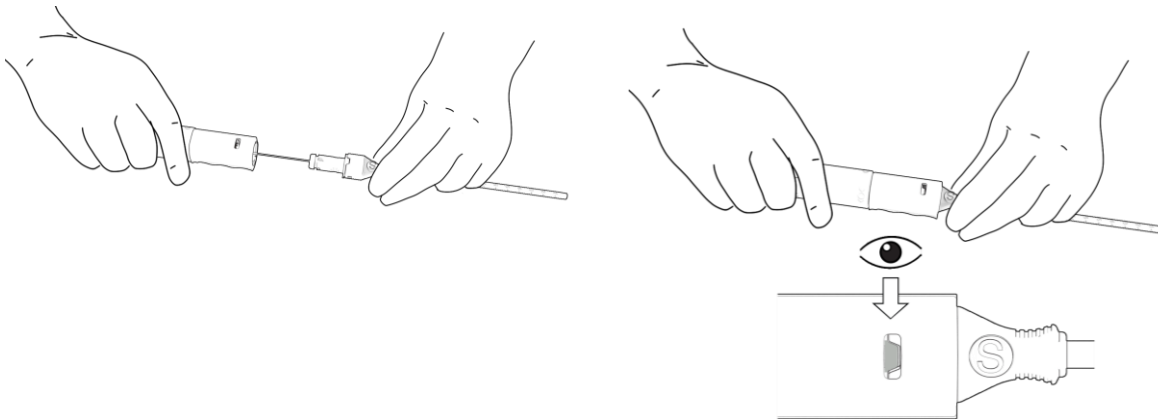

Abbildung 10. Einsetzen des PerQseal®-Gefäßverschlussystems in die Einführschleuse
- c. Der Einführschleusenansatz in einer Hand und den Gerätegriff in der anderen Hand halten und den Griff des Gefäßverschlussystems vorsichtig vorschieben. Sicherstellen, dass die Markierungen auf der Einführschleuse und auf dem Griff aufeinander ausgerichtet sind und dass die Ladekanüle/der Einführschleusenansatz (mit einem Klick) am Gerätegriff einrastet. Auf die grüne Markierung im Fenster achten. Damit wird bestätigt, dass der Griff des PerQseal®-Gefäßverschlussystems erfolgreich verriegelt wurde. Abbildung 10.